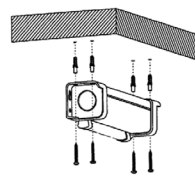

Рис.3
- Крепление на потолок: прикрутите экран шурупами за крепежные отверстия, как показано на рис. 3.